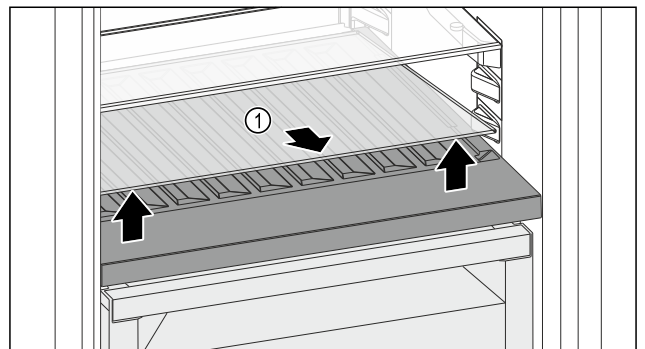

Fig. 149
- ▷ Sollevare il ripiano di vetro Fig. 149 (1) dall'incavo anteriore e rimuoverlo.
- ▷ Conservare il ripiano di vetro Fig. 149 (1) fuori dall'apparecchio in un luogo sicuro.
- ▷ Inserire il ripiano di vetro (2) sotto il vano bottiglie variabile.